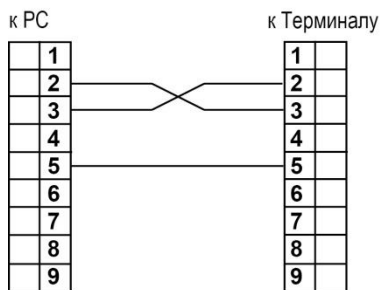

Рис.1 Соединение терминала с ПК
1) RS-232 – для начального программирования (задания исходной конфигурации), изменения порогов сигнализации, чтения «журнала событий», коррекции времени часов реального времени, повторного запуска часов при смене элемента питания; интерфейсный вход/выход RS-232 подключается на задней панели терминала через разъем типа DB-9M (Таблица 1) стандартным кабелем (нуль-модемный перекрестный кабель) (Рис. 1).